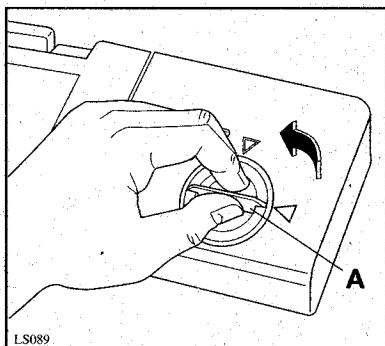

Abb. 4
Den Vorratsbehälter öffnen. Hierzu den Verschlußdeckel (A) nach links drehen (Abb. 4).